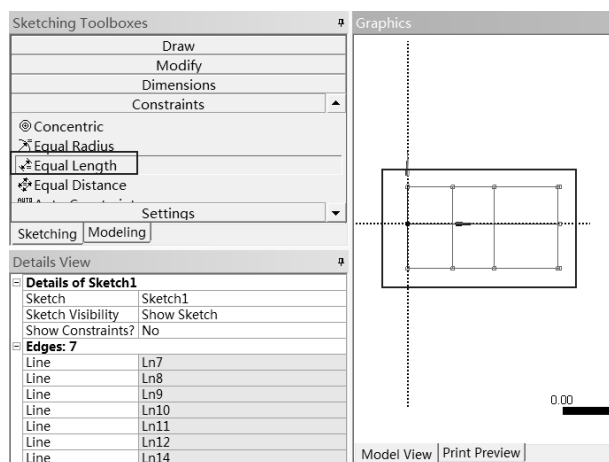

图 2-102 边长相等约束
Step6 : 如图 2-102 所示, 选择 Constraints Equal Length 命令, 然后单击图形的各条线, 约束各条边的长度相等。